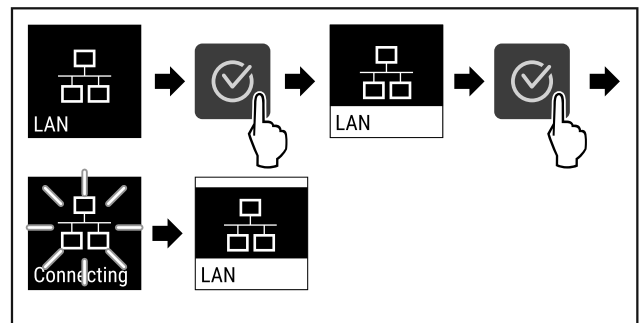

Fig. 91
- ▶ Følg anvisningene (se Fig. 91) .